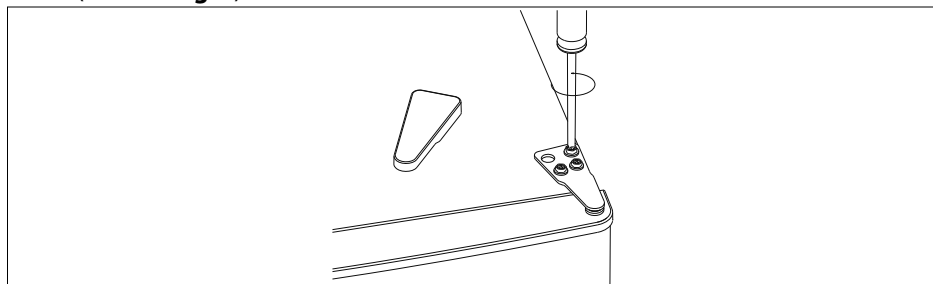

Fig. 3
- ▶ Afloje los tres tornillos de la bisagra superior (12) con un destornillador de estrella (véase la **fig. 3**).